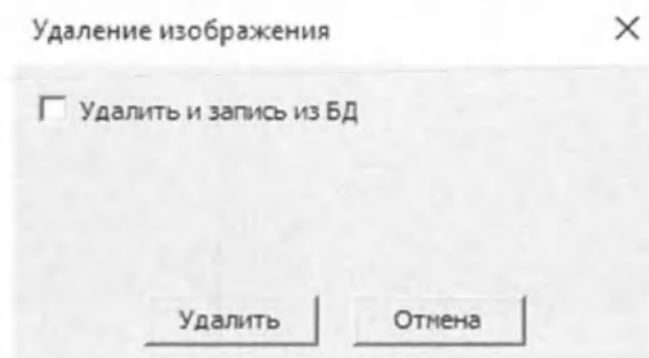

Рис. 26 Внешний вид диалогового окна "Удаление изображения"
- Откроется окно «Удаление изображения» (Рис. 26 Внешний вид диалогового окна "Удаление изображения");